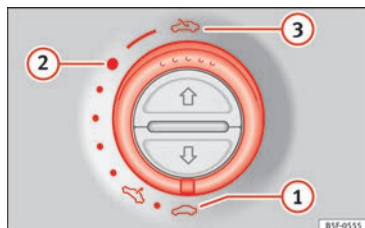

Abb. 11 An der Innenseite des Formhimmels: Schalter drehen zum Öffnen und Schließen.
- Öffnen: Drehen Sie den Schalter auf die Position » Abb. 11 ③.
- Komfortstellung: Drehen Sie den Schalter auf die Position » Abb. 11 ②.
• Schließen: Drehen Sie den Schalter auf die Position » Abb. 11 ①.